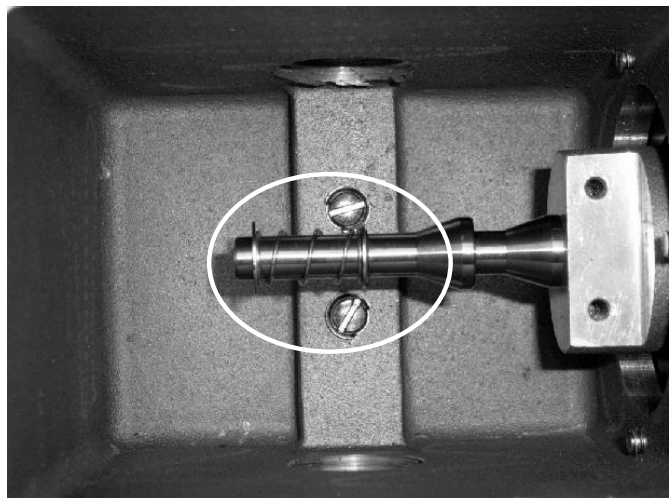

Figure 10 : support des commutateurs, cale-ressort, ressort avec rondelles et vis à métaux avec rondelles.
6. Enlever les connecteurs drapeaux et les sertir sur les fils (voir Figure 10).